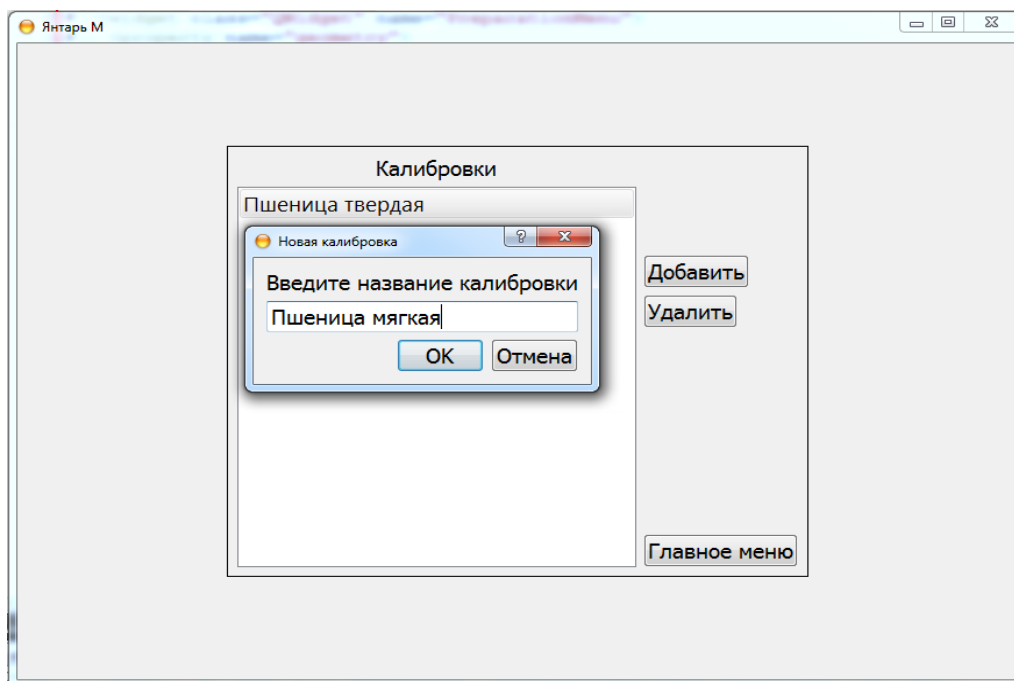

Рисунок 15.12. Ввод названия калибровки.
- Для добавления калибровки нажать кнопку «Добавить» и ввести название калибровки (Рисунок 15.12).